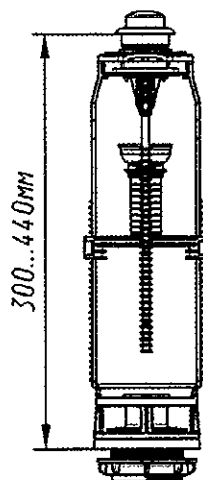

Рис.2 Установочная высота изделия
2.1 Регулируемая установочная высота изделия (рис. 2) 300...440 мм.